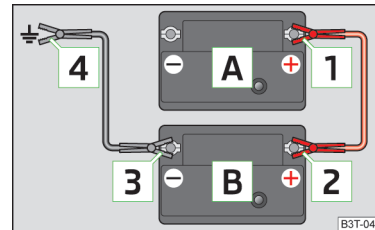

Fig. 121
- Prindeți un capăt [1] » fig. 121 la polul plus al bateriei descărcate [A].
- Fixați un capăt [3] » fig. 121 la polul minus al bateriei furnizoare de curent [B].